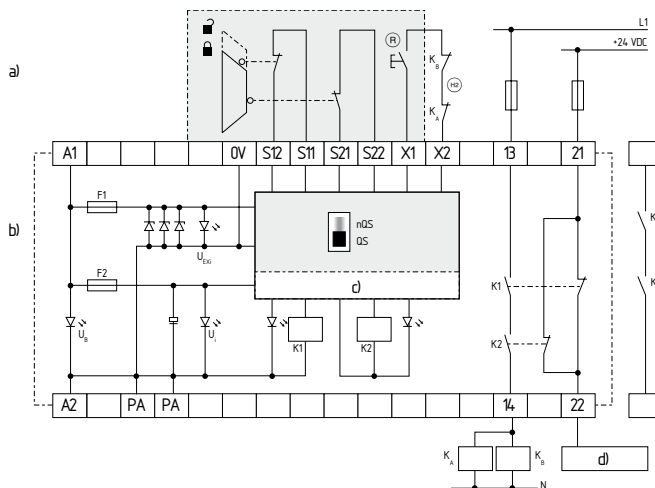

Fig. 6
**Controlo de dois canais, representado no exemplo de uma monitorização de porta de proteção com dois interruptores de posição, sendo um contacto de abertura forçada; com botão externo de Reset (R) (ver Fig. 6)**
- (R) = Circuito de retorno